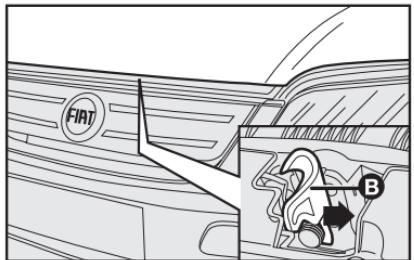

fig. 107
- 2) Tire la traba **A**-fig. 107, ubicada sobre la rejilla frontal, por debajo del capó, como indicado por la flecha.